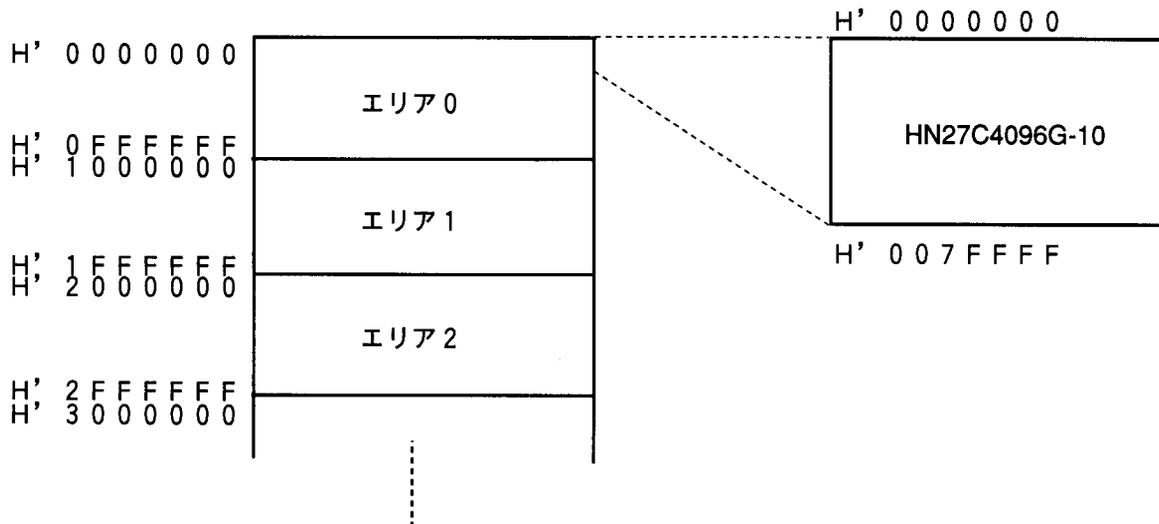

図2 メモリマップ
- (2) 図2に示すように、SH7034のメモリ空間のうち、エリア0 (H' 0000000 ~ H' 007FFFFF)に割り付けます。また、エリア0のバスステートコントローラを以下のように設定します。